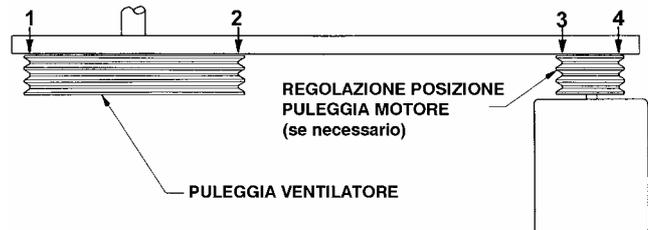

Figura 17 - Verifica allineamento puleggia
9. Per un controllo finale, misurare con un righello la distanza da puleggia a puleggia. Dovrebbero esserci quattro punti di contatto (Vedi Figura 17). Regolare la posizione della puleggia motore, se necessario.